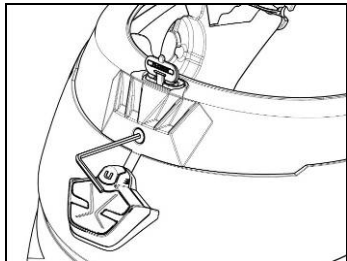

Fig. 7
- Voltar a montar o rebordo, fixando-o com o respectivo parafuso (Fig. 7).